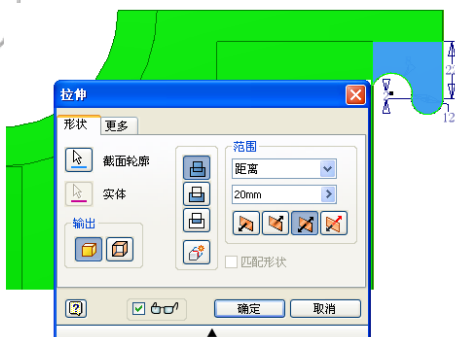
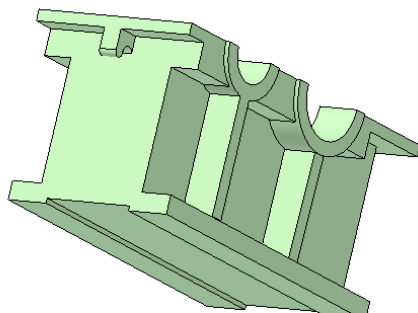

图 9-36 拉伸示意图
图 9-37 拉伸出一个吊钩
②单击【草图】标签上的【完成草图】工具按钮，退出草图环境。单击【模型】标签栏【创建】面板上的【拉伸】工具按钮，打开【拉伸】对话框，选择图 9-36 所示的图形作为拉伸截面轮廓，方向为双向对称拉伸，终止方式为距离，拉伸深度设置为 20，其他选项如图 9-36 中的【拉伸】对话框所示。单击【确定】按钮完成拉伸，此时的零件如图 9-37 所示。